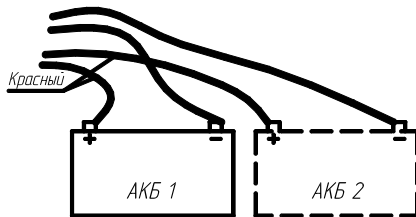

Рисунок 3 – Схема подключения АКБ
- подключить АКБ в соответствии с маркировкой клемм источника (красный провод подключить к клемме АКБ "плюс", провод другого цвета – к клемме АКБ "минус") (рисунок 3). При использовании двух АКБ их емкости должны быть одинаковы. При использовании одной АКБ два свободных контакта не должны замыкаться между собой и на другие части источника;